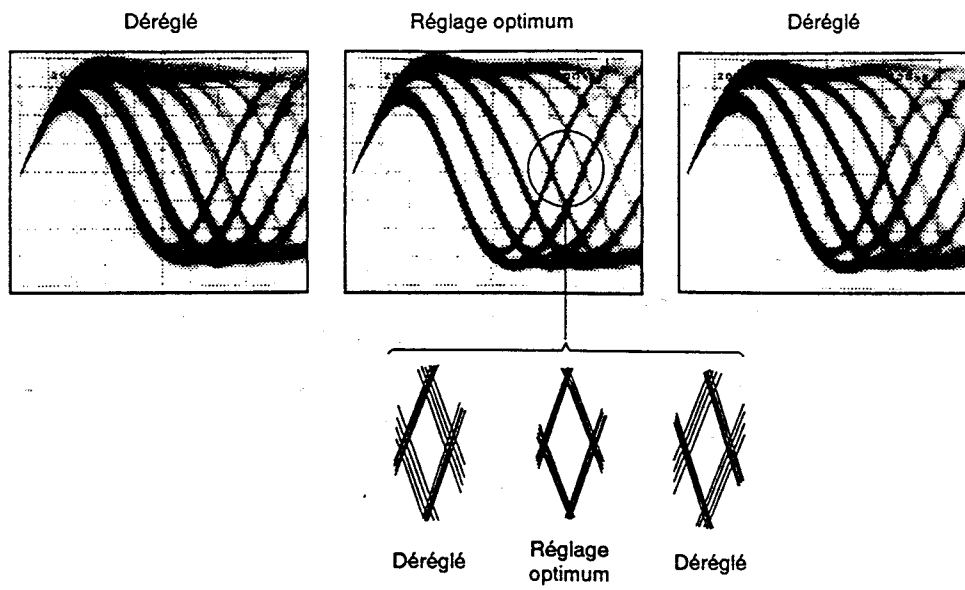

Figure 3 Motif en oeil
3. Ensuite, ajuster la vis d'inclinaison tangentielle à l'aide un tournevis Phillips, de façon que le motif en oeil (c'est-à-dire, le diamant au centre du signal RF) soit le plus clairement visible (Figure 3).